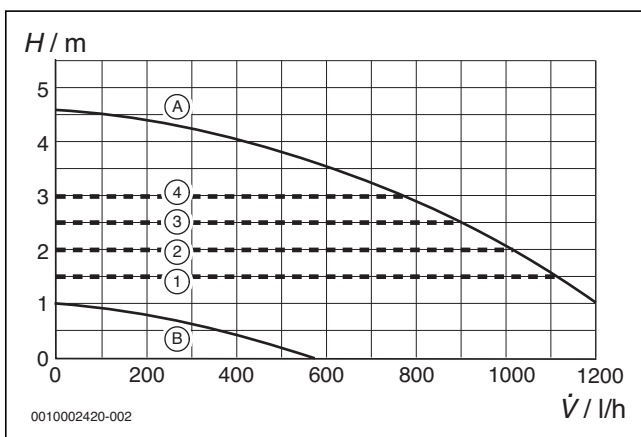
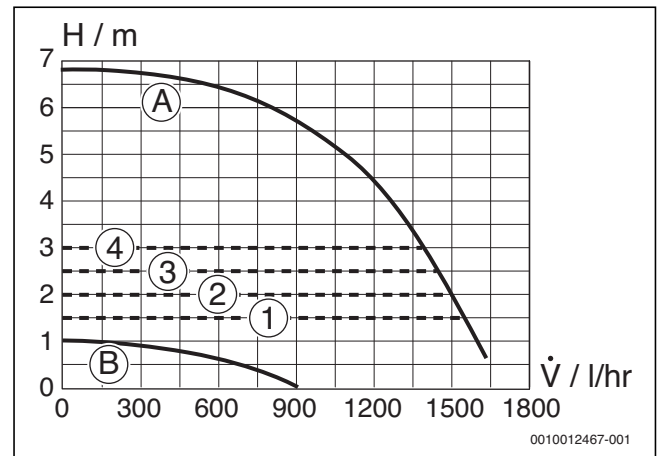
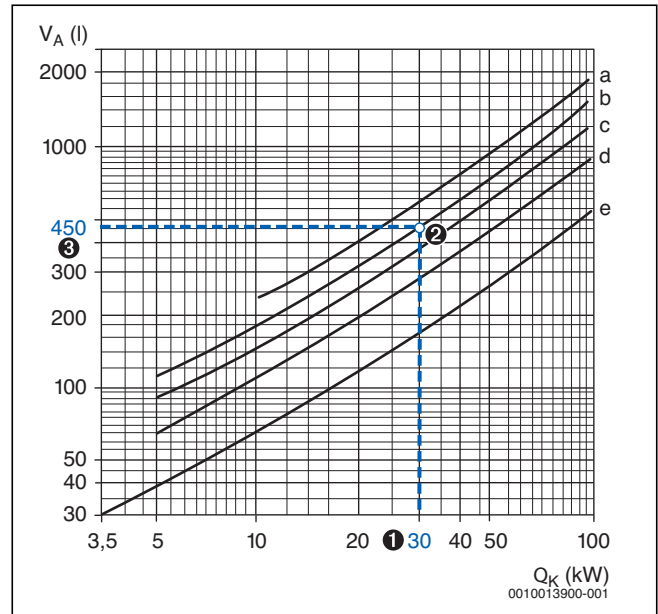

Bild 51 Pumpenkennfelder und Pumpenkennlinien für GB182i-14/20/24 (KD)
Bild 52 Pumpenkennfelder und Pumpenkennlinien für GB182i-35/42 (K)
Bild 53 Anhaltswerte für den durchschnittlichen Wasserinhalt von Heizungsanlagen (nach ZVH-Richtlinie 12.02)
In den Gas-Brennwertgeräten Logamax plus GB182i (K) ist eine ausreichend dimensionierte Heizungspumpe integriert. Die verfügbare Restförderhöhe für alle Kesselgrößen zeigen Bild 52 und Bild 53. Das im Heizkessel integrierte 3-Wege-Umschaltventil wurde berücksichtigt. Die Grundeinstellung der Pumpe beträgt Konstantdruck 200 mbar).
Legende für Bild 51 und Bild 52:
In Abhängigkeit von verschiedenen Parametern der Heizungsanlage lässt sich das Anlagenvolumen aus Bild 53 ablesen.
- 3 Gesamtwasserinhalt der Anlage = 450 l (\rightarrow Bild 53, Kurve b)
Das nach Punkt 3 aus dem Bild 53 abgelesene Anlagenvolumen muss kleiner sein als das maximal zulässige Anlagenvolumen 4. Trifft das nicht zu, ist ein größeres Ausdehnungsgefäß zu wählen.
- 3 Anlagenvolumen (\rightarrow Bild 53): $V_A = 450 \text{ l}$
- 4 Erforderlich ist ein AG mit 18 l Inhalt (\rightarrow Tabelle 23), weil hierfür das nach Bild 53 ermittelte Anlagenvolumen 3 kleiner als das maximal zulässige Anlagenvolumen ist.